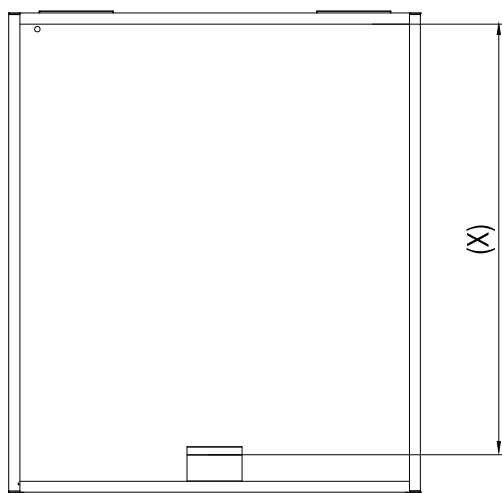
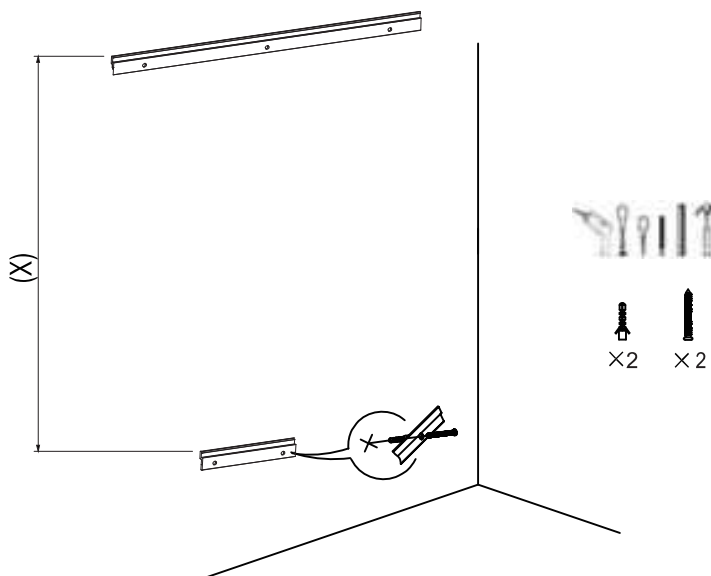

Abb. 3
Abb. 4
2.1 Messen Sie den Abstand zwischen den Oberseiten der beiden Aluminiumlegierungsstangen mit einem Maßband. Er beträgt (x) MM (Abb. 3). Wiederholen Sie den Vorgang, wie in 1.2 - 1.4 (Abb. 4) gezeigt.